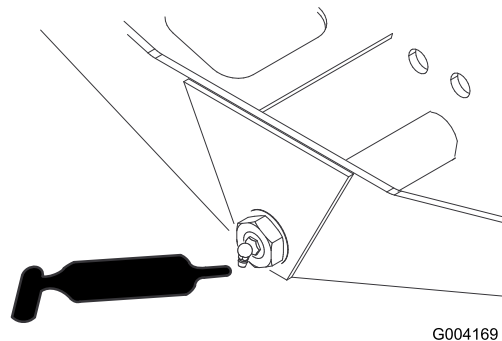

Figure 73
- Pivot de direction d'essieu (1) (Figure 73)